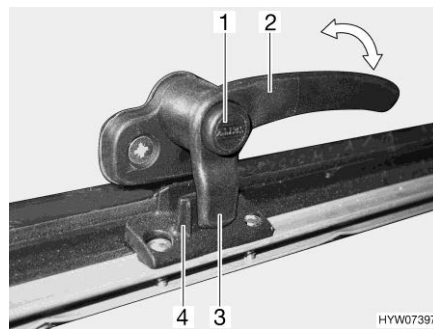
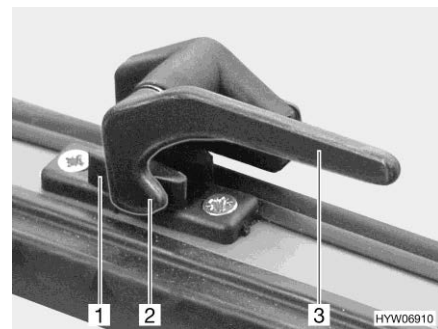

Bild 88 Verriegelungshebel mit Sicherungsknopf in Stellung "geschlossen"
Bild 89 Verriegelungshebel in Stellung "geschlossen"
- Wenn vorhanden, Sicherungsknopf (Bild 88,1) drücken und gedrückt halten.
- Alle Verriegelungshebel (Bild 88,2 oder Bild 89,3) eine viertel Umdrehung zur Haubenmitte hin drehen.
- Alle Verriegelungshebel (Bild 88,2 oder Bild 89,3) eine viertel Umdrehung zum Rahmen hin drehen. Die Verriegelungsnase (Bild 88,3 oder Bild 89,2) liegt auf der Innenseite der Haubenverriegelung (Bild 88,4 oder Bild 89,1).
- in Stellung "fest verschlossen" (Bild 88 und Bild 89)